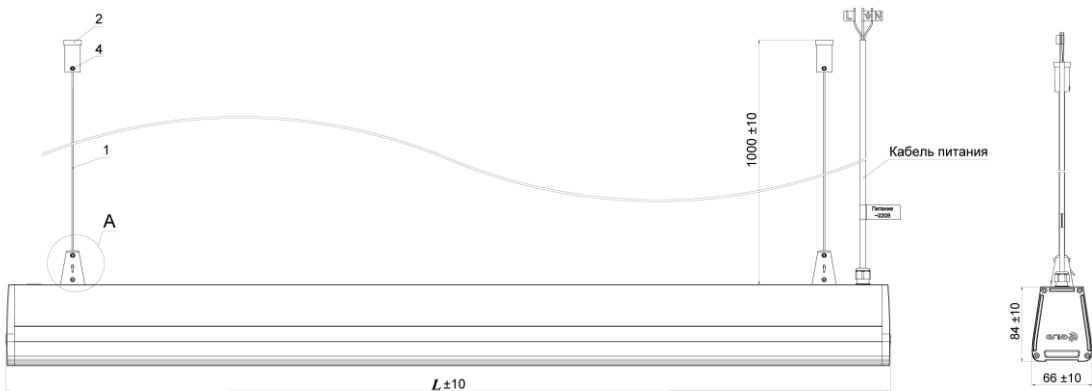

Рисунок 1
2.1 Подвесные светильники серии GALAD Стик LED (Рисунок 1) со светодиодными модулями предназначены для освещения помещений офисов, фойе, общественных и административных зданий, оформления торговых и выставочных площадей, а также декоративного оформления помещений.
5.1 Открутить специальные гайки (поз.2) расположенные в верхней части подвесов (поз.1) Рисунок 1.
5.3 Ослабить винты М4х8 (поз.4), (поз.6) Рисунок 1, ослабить крепления подвеса (поз.7) Рисунок 1 Вид «А», прикрутить подвесы к специальным гайкам (поз.2) Рисунок 1 с усилием 25...30 Н·м, закрутить винты М4х8 (поз.4) с усилием 2...3,5 Н·м. Выставить подвесы в вертикальном положении путем перемещения креплений (поз.7) вдоль оси светильника. После того как подвесы приняли вертикальное положение затянуть крепления подвеса (поз.7) с усилием 2...3,5 Н·м, для предотвращения самооткручивания креплений подвеса (поз.7) необходимо затянуть ранее ослабленные винты М4х8 (поз.6) Рисунок 1 Вид «А» с усилием 2...3,5 Н·м.
5.4 Светильник имеет возможность регулировки по высоте, для регулировки необходимо ослабить винты М4х8 (поз.8) Рисунок 1 Вид «А» потянуть за конец троса, выставить необходимую высоту, отрегулировать светильник по горизонтали и затянуть ранее ослабленные винты М4х8 (поз.8).